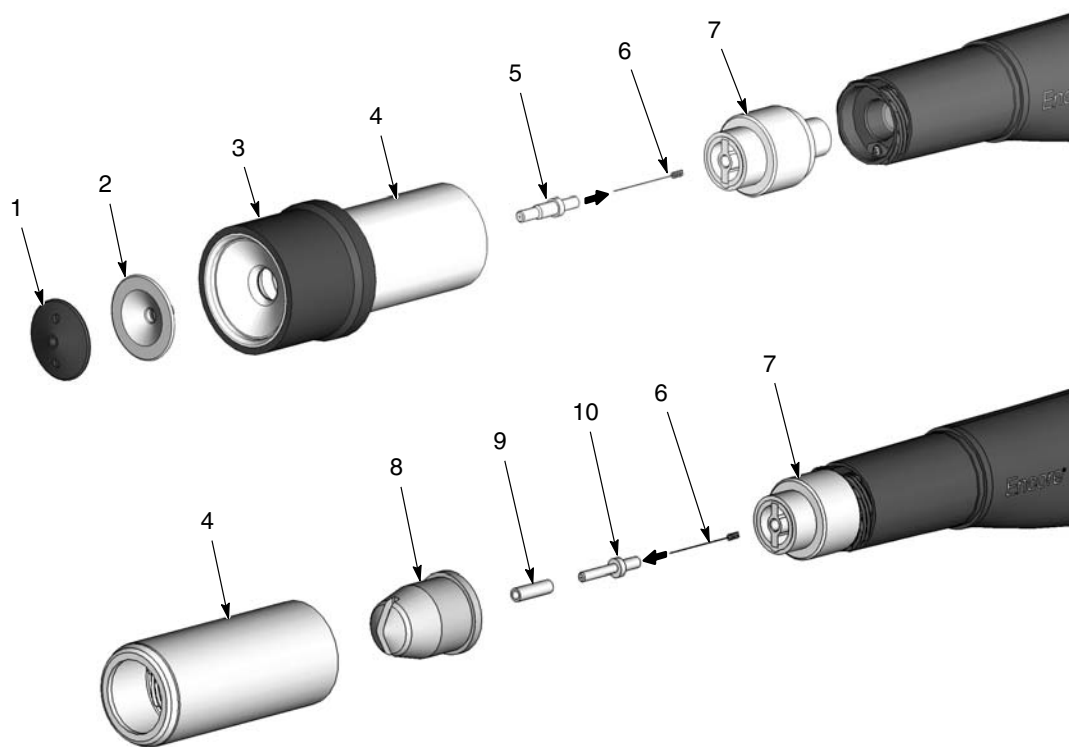

Рис. 3-5 Переход с конической форсунки на плоскофакельную или угловую форсунку
См. рис. 3-5. Для перехода со стандартной конической форсунки на плоскофакельную или угловую форсунку необходимо заказать:
2. См. рис. 3-5. Снять форсунку с распылителя: